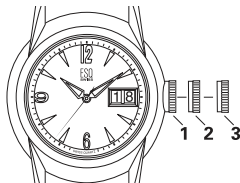

Figura 4
**Para ajustar manualmente la pantalla del "Big Date"** (vea la Figura 4)